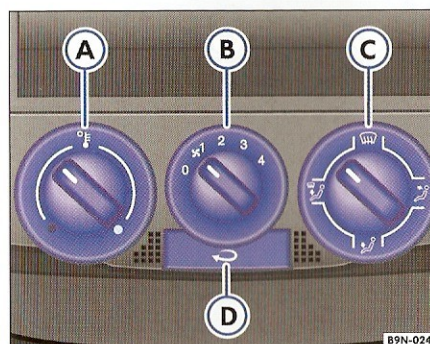

Fig. 71 În tabloul de instrumente: Elementele de comandă ale încălzirii.
– Rotiți regulatorul de temperatură ⇒ fig. 71 (A) spre stânga.
– Rotiți comutatorul ventilatorului (B) pe una din treptele 1 -4.
– Stabiliți direcția curentului de aer cu ajutorul regulatorului (C).
Prin toate gurile de ventilație este admis aer proaspăt încălzit sau neîncălzit, în funcție de poziția regulatorului rotativ ⇒ pagina 75, fig. 71" (A). Gurile de ventilație sunt comandate de la regulatorul (C). Gurile de ventilație se pot închide sau deschide cu ajutorul roțiței de lângă sau de sub gurile de ventilație.